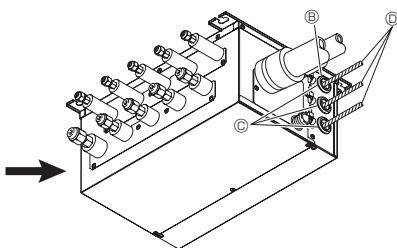

Fig. 9-2
3. Før kablet ind i forgreningsdåsen. (Fig. 9-2)
7. Når forgreningsdåsen installeres udendørs, skal kabelindgangene tætnes med kit for at forhindre, at der siver regnvand ind. (Fig. 9-2)